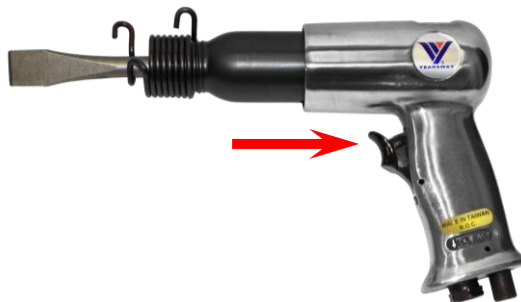

Рис. 4
- Управление пневматическим зубилом производится курком, который находится под указательным пальцем (Рисунок 4).